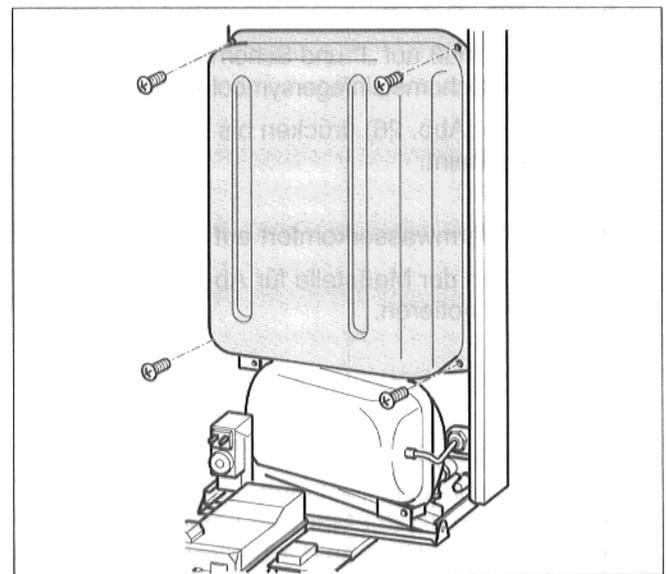

Abb. 24 Abdeckung abnehmen
- Abdeckung abnehmen (Abb. 24)